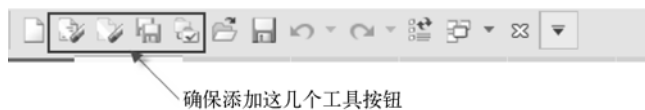

图 1-54 在“快速访问”工具栏中添加工具按钮
3) 如何定制“快速访问”工具栏？以向“快速访问”工具栏添加若干工具按钮为例，如图 1-54 所示。